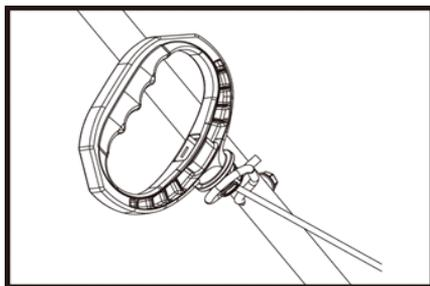

Рис. 3
- Зафиксируйте рукоятку стартера в кольце (Рис. 3)